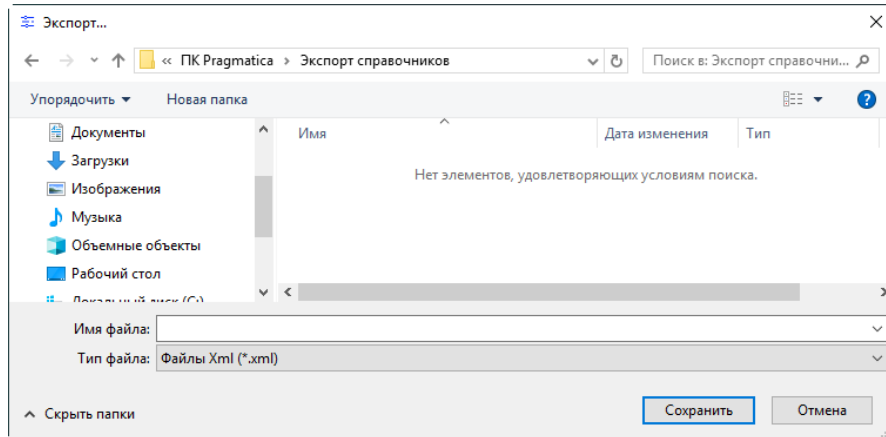

Рисунок 52 – Стандартное окно «Экспорт...»
2) В стандартном окне «Экспорт...» указать путь и имя файла для сохранения (рисунок 52).